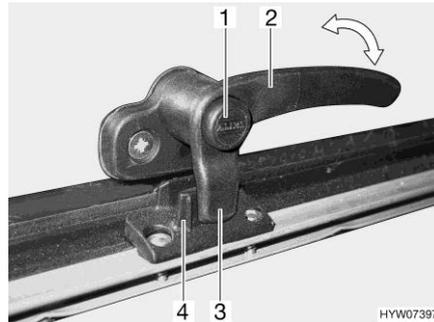
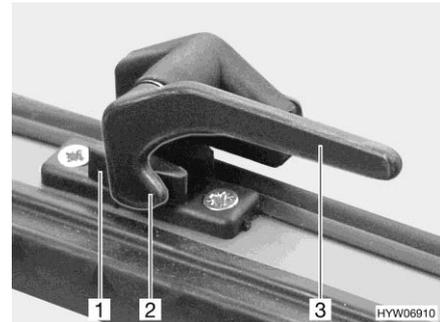

Fig. 68 Palanca de bloqueo con botón de seguridad en la posición "cerrada"
Fig. 69 Palanca de bloqueo en la posición "cerrada"
- Si existe, pulsar el botón de seguridad (Fig. 68,1) y mantenerlo pulsado.
- Girar la palanca de bloqueo (Fig. 68,2 ó Fig. 69,3) un cuarto de vuelta hacia la mitad de la ventana.
- Girar la palanca de bloqueo (Fig. 68,2 ó Fig. 69,3) un cuarto de vuelta hacia el marco de la ventana.
El saliente de bloqueo (Fig. 68,3 ó Fig. 69,2) de la palanca de bloqueo se encuentra en la cara interior del bloqueo de la ventana (Fig. 68,4 ó Fig. 69,1).
- En la posición "cerrada fijamente" (Fig. 68 y Fig. 69)